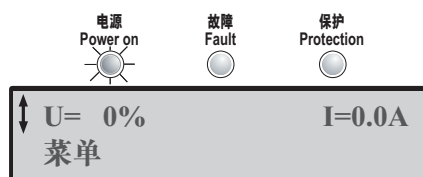

图3：菜单
9. 当绿色“Power on”LED 指示灯亮，而 LCD 显示屏将显示如图 3。